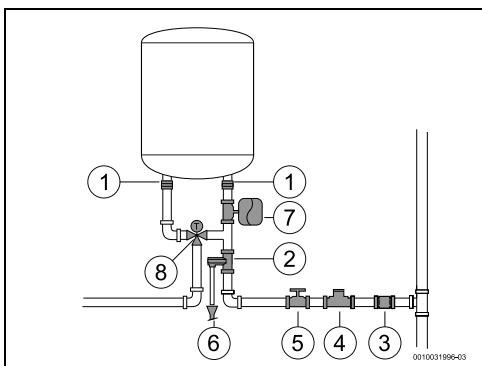

Fig. 11
- ▶ Fermer la vanne d'arrêt de l'eau (→ Fig. 11, [5]).
- ▶ installer un réducteur de pression (Fig. 11, [4]). La soupape différentielle se déclenche lorsque la pression d'eau dans l'appareil est supérieure à 8 bars (± 1 bar), et il est donc nécessaire de prévoir un moyen d'évacuer cette eau.
- ▶ installer un vase d'expansion (Fig. 11, [7]) pour empêcher l'ouverture trop fréquente de la soupape différentielle. Le volume du vase d'expansion doit être équivalent à 5% du volume de l'appareil.